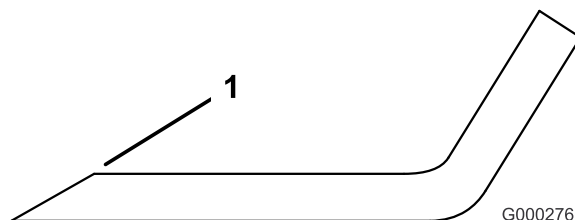

図 41
5. 全部のブレードの刃先を丁寧に点検する。刃先が鈍くなっていたり欠けていたりした場合に研磨する。研磨は刃先の上面だけに行い、刃の元々の角度を変えないように十分注意する 図 41。両方の刃先から等量を削るとブレードのバランスを維持することができます。